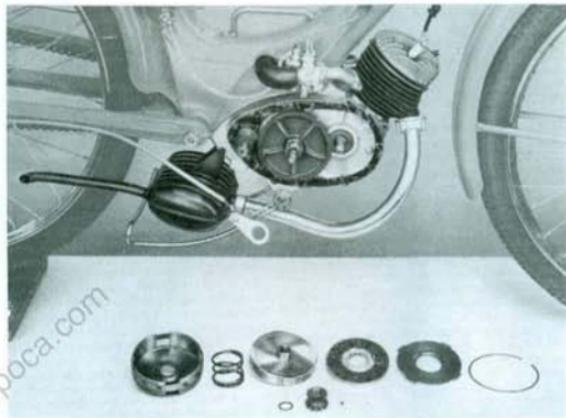

Fig. 8
- 15) Mettere il gruppo frizione in una morsa comune da banco e comprimere la molla di ritegno dischi, quel tanto necessario, per poter estrarre l'anello d'arresto dischi dalla campana; smontare poi i particolari visibili in fig. 8.